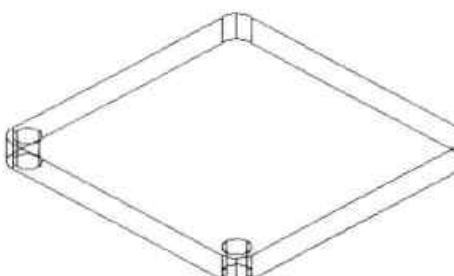

图13-51 镜像圆柱体
**Step04** 执行“三维镜像”命令，选中圆柱体，并以ZX平面为镜像中心，对圆柱体进行镜像操作，如图13-51所示。